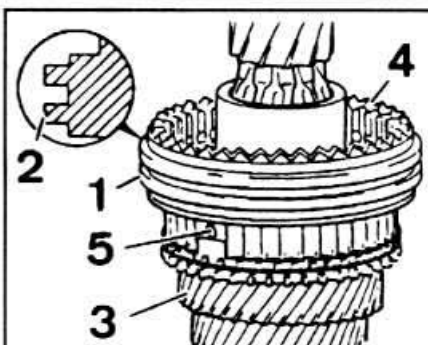

Рис. 6-15. Установка скользящей муфты синхронизатора III и IV передач:
- Установить сухари, установить скользящую муфту синхронизатора III и IV передач на ступицу, как указано на рис. 6-15.